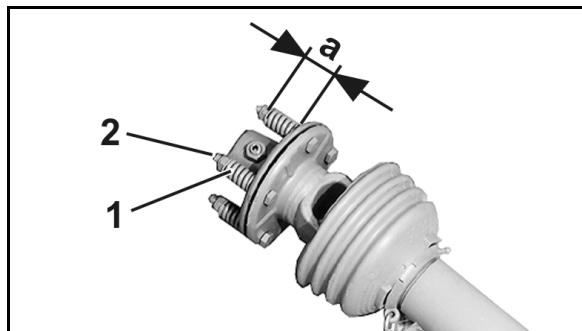

図 71
2. ばね(図71/1)はナット(図71/2)を緩めることで負荷を減らします。